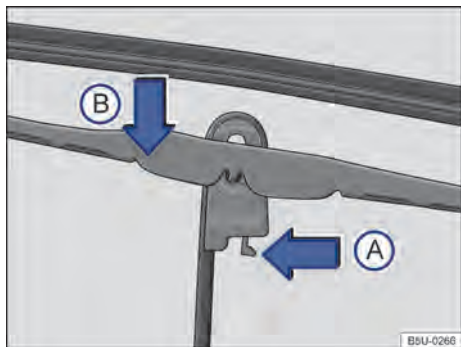

Fig. 166 Substituir as palhetas dos limpadores do para-brisa.
- Colocar a palheta em uma posição perpendicular em relação ao braço → Fig. 166.